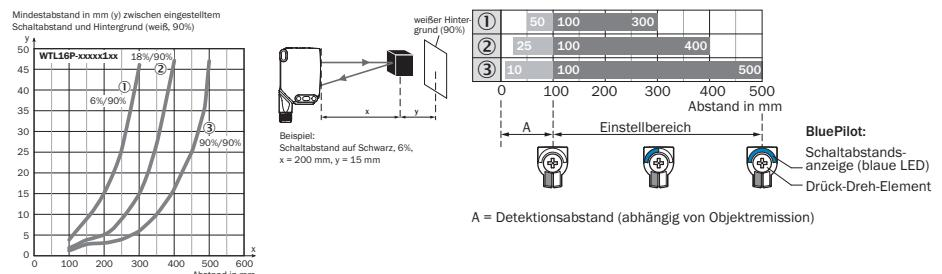
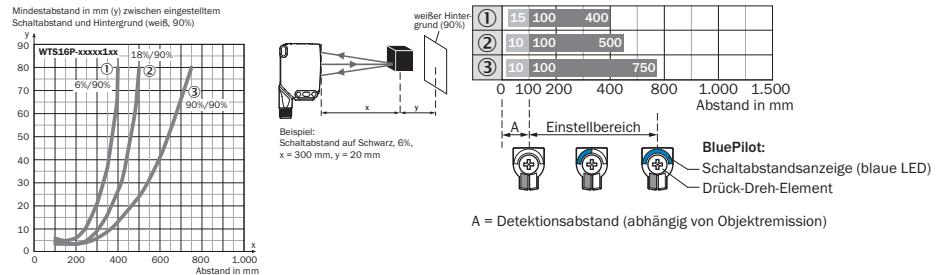

Abbildung 16: Kennlinie 1, WTL16P-xxxxx1xx, Rotlicht
Abbildung 17: Kennlinie 1, : WTS16P-xxxxx1xx, Rotlicht
Einsatzbedingungen prüfen: Schaltabstand und Distanz zum Objekt bzw. Hintergrund sowie Remissionsvermögen des Objektes mit dem zugehörigen Diagramm [siehe Abbildung 16, Abbildung 17] abgleichen (x = Schaltabstand, y = Mindestabstand zwischen eingestelltem Schaltabstand und Hintergrund (weiß 90%)). Remission: 6 % = schwarz ①, 18 % = grau ②, 90 % = weiß ③ (bezogen auf Standardweiß nach DIN 5033). Wir empfehlen, die Einstellung mit einem Objekt von niedriger Remission vorzunehmen.
Die minimale Distanz (= y) für die Hintergrundausblendung kann aus dem Diagramm [Abbildung 16 ①] wie folgt ermittelt werden: